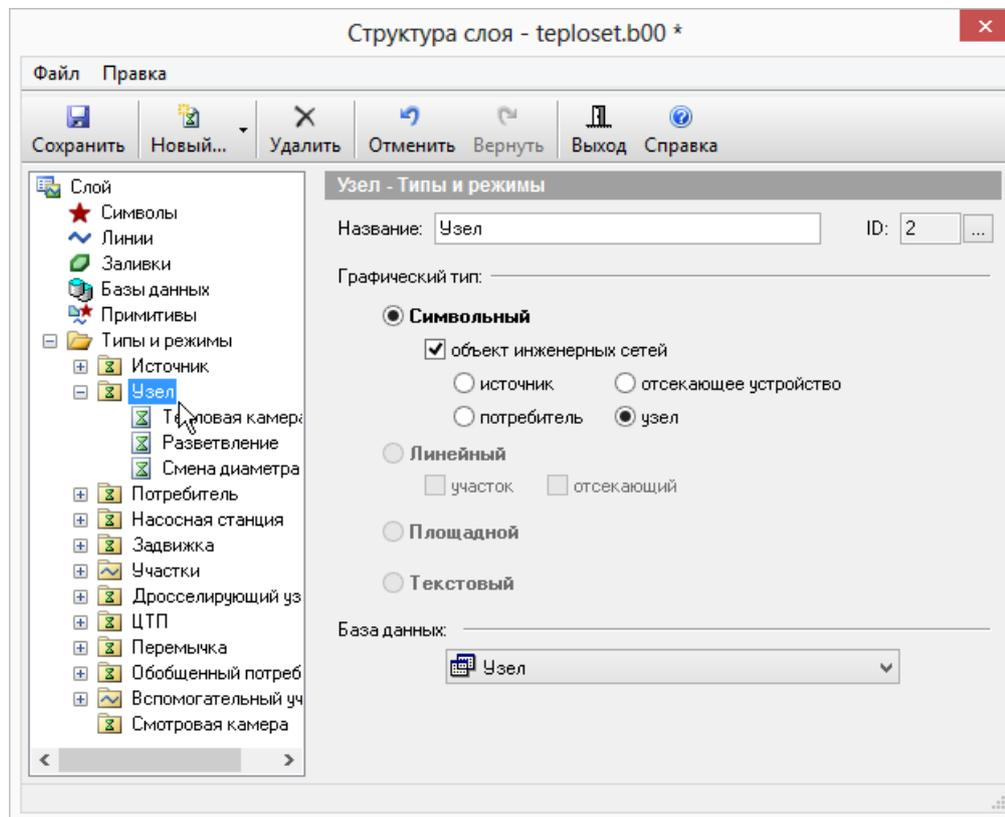

Рисунок 4.17. Создание нового режима
1. В дереве Типы и режимы щелчком левой кнопки мыши выделите тип, для которого создается новый режим, например Узел. (см. Рисунок 4.17, «Создание нового режима»).